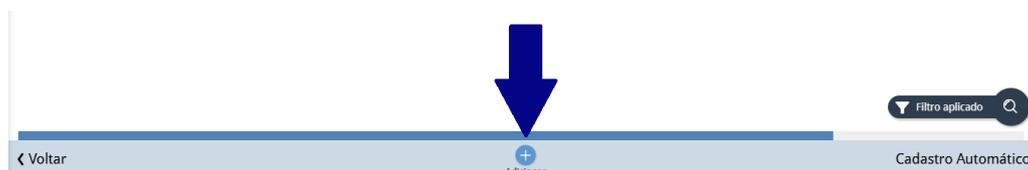

Figura 133: Adicionar
4. Para adicionar um novo grupo homogêneo de exposição, clique em **Adicionar** (Figura 133) no inferior da tela.